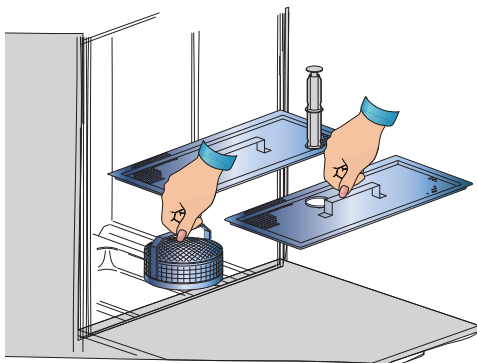

Abb. 1
- Kontrollieren, ob sich der Saugfilter der Pumpe ordnungsgemäß in seinem Sitz am Boden des Spülraums befindet (siehe Abb. 1).
- Das Überlaufrohr in seinen Sitz im Pumpensaugfilter schieben (siehe Abb. 1).
- Oberflächenfilter einsetzen (siehe Abb. 1).